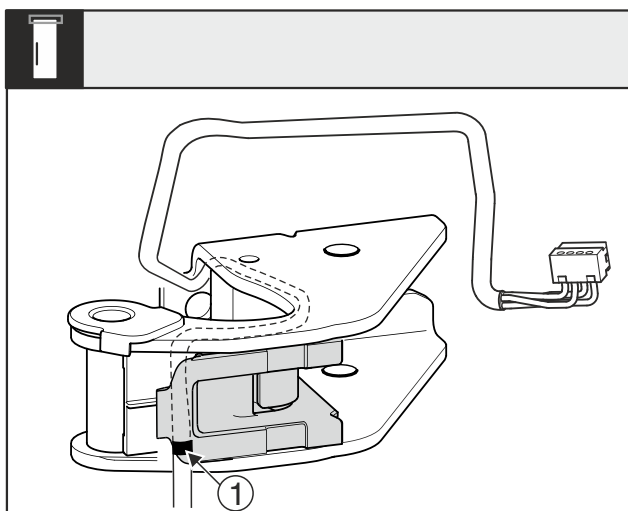

Fig. 18
- In questo modo la marcatura centrale Fig. 18 (1) dovrebbe trovarsi sul bordo del supporto del cavo.